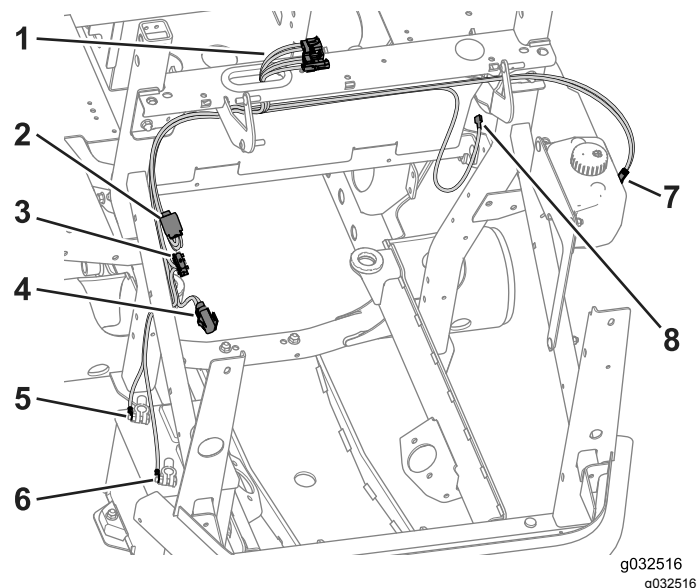

図 39
2. フレームサポートに沿って補助電源ワイヤを配設し、さらに ROPS チューブに沿って下へ、オペレータコントロールの方へ導く図 39。
3. フレームサポートに沿ってウォッシャー用ワイヤを配設し、さらに ROPS チューブに沿って下へ、ウォッシャー液ボトルへ導く図 39。
1. キャブ用コネクタ3個をハトメに通す図 39。